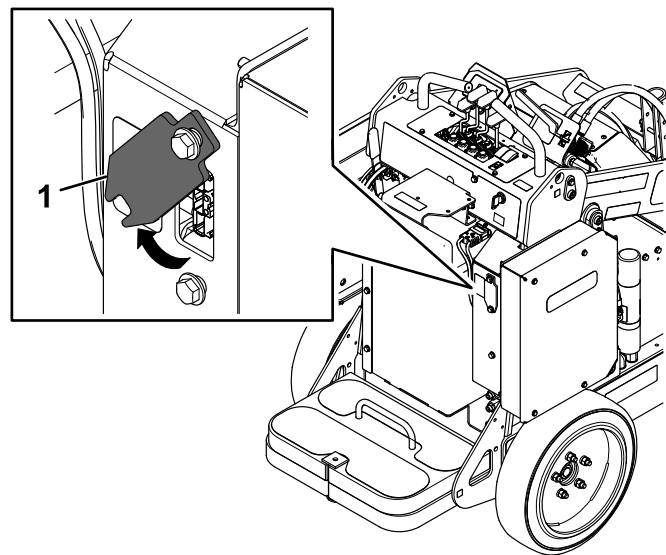

Figura 23
6. Glisați în sus capacul încărcătorului și pivotați-l în afară (Figura 23).
10. Pivotați la loc capacul încărcătorului și glisați-l în jos peste urubul inferior (Figura 23).